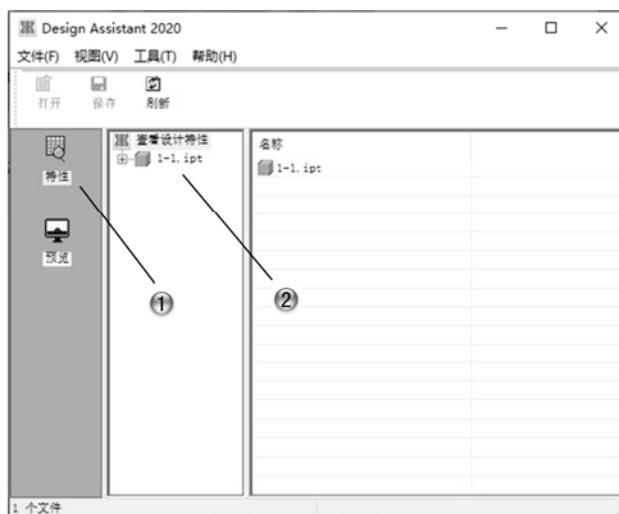

图 1-58 启用设计助理
- ① 系统打开 Design Assistant 2020 窗口，单击【特性】按钮。
- ② 在右侧的模型树中选择零件，查看零件模型，如图 1-58 所示。